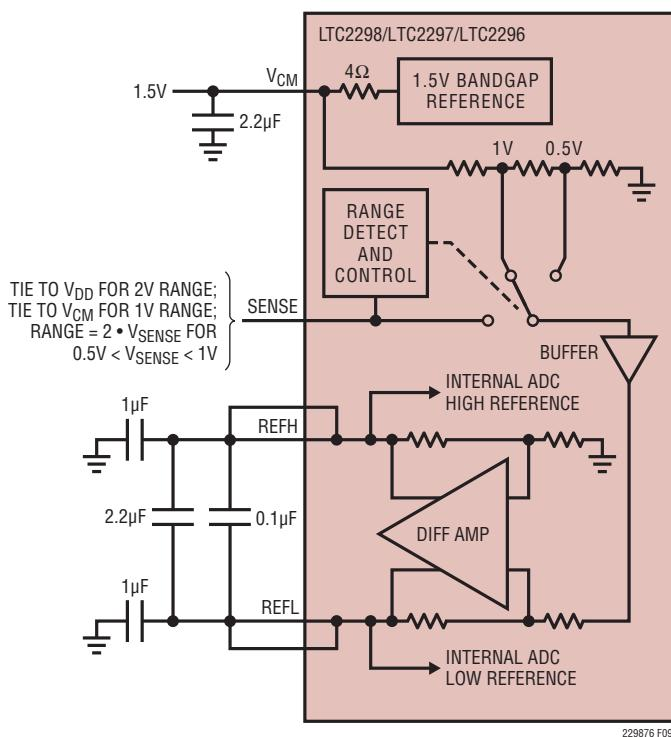

図9. 等価リファレンス回路
1.5Vのバンドギャップ・リファレンス、差動アンプ、およびスイッチングと制御の回路で構成されるLTC2298/LTC2297/LTC2296のリファレンス回路を図9に示します。内部電圧リファレンスはピンで選択可能な2V(差動±1V)または1V(差動±0.5V)の2つの入力レンジに設定することができます。SENSEピンをVDDに接続すると2Vの範囲が選択され、SENSEピンをVCMに接続すると1Vの範囲が選択されます。
差動アンプはADCの“H”リファレンスと“L”リファレンスを生成します。高速スイッチング回路がこれらの出力に接続されているので、これらの出力は外部でバイパスする必要があります。各出力には2つのピンがあります。パッケージのインダクタンスを減らすために複数の出力ピンを必要とします。バイパス・コンデンサは図9に示すように接続する必要があります。ADCの各チャネルのリファレンスは独立しており、バイパス・コンデンサも各チャネル専用です。2つのチャネルで使用する入力範囲は、同じでも別々でもかまいません。